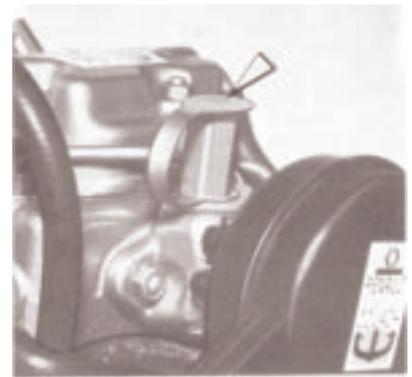

Fig 10
- Enlever le bouchon obturateur (Fig. 10) verser dans l'orifice 2 cm3 ( 1 dé à coudre) d'huile ELFPRESTIGRADE 10 W 30 ( Par temps très froid moitié huile, moitié fuel).